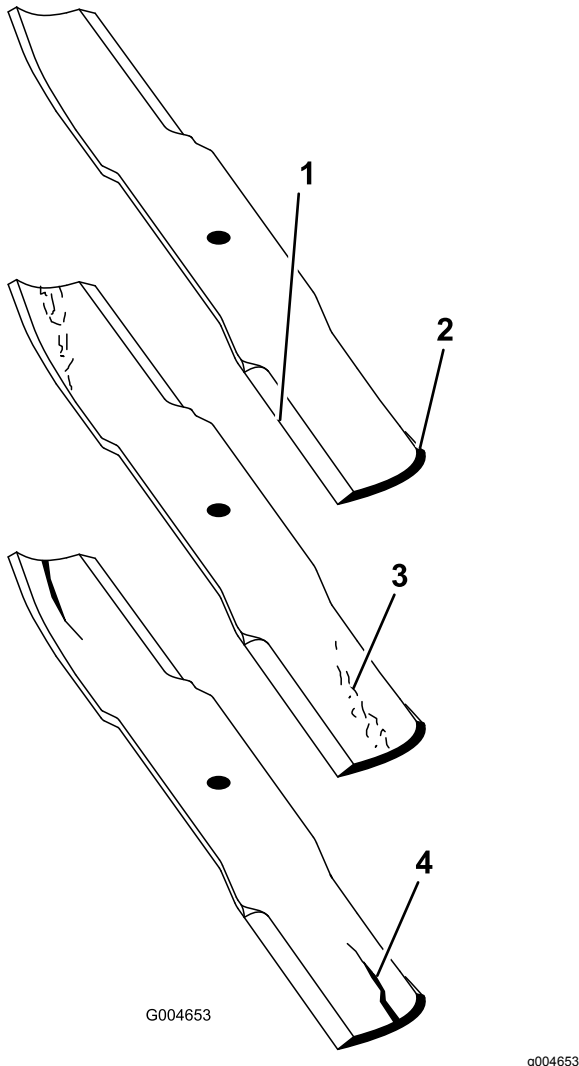

Figure 118
2. Examinez attentivement les tranchants de la lame, particulièrement au point de rencontre de la partie plane et de l'ailette (Figure 118).
Remarque: Le sable et les matières abrasives peuvent éroder le métal à cet endroit, c'est pourquoi il est important de contrôler l'état de la lame avant d'utiliser la tondeuse. Remplacez la lame si elle semble usée (Figure 118).